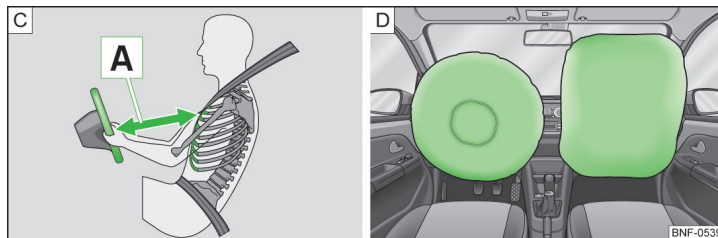

Bild 8 Säkert avstånd från ratten/gasfyllda airbags
Om airbagen löser ut, blåses den upp framför föraren och frampassageraren » bild 8 - **D**. När man slungas in i den helt uppblåsta airbagen dämpas förarens resp. frampassagerarens rörelse framåt och skaderisken för huvud och överkropp minskar.
- Det är viktigt för förare och frampassagerare att hålla ett avstånd på minst 25 cm till ratten resp instrumentpanelen **A** » bild 8. Om detta minsta avstånd inte hålls kan airbagsystemet inte skydda – livsfara! Dessutom måste framsätena alltid vara riktigt inställda efter kroppsstorleken.